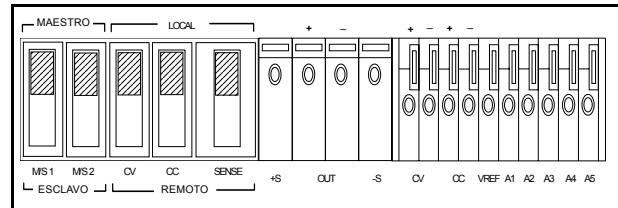

Figura 4. Configuración de los conmutadores de control del panel posterior para activar la verificación
- b. Compruebe que la configuración de los conmutadores del panel posterior concuerda con la indicada en la Figura 4.
La fuente de alimentación se suministra con la configuración de fábrica para trabajar en modo de funcionamiento local. El modo de funcionamiento local necesita que los conmutadores del panel posterior estén configurados tal como se muestran en la Figura 4. La fuente de alimentación proporciona una salida de tensión constante (CV) o de corriente constante (CC).